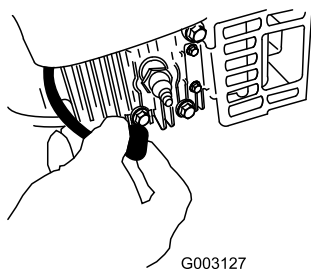

Figure 31
2. Débranchez la bougie (Figure 31) avant de procéder à un quelconque entretien.